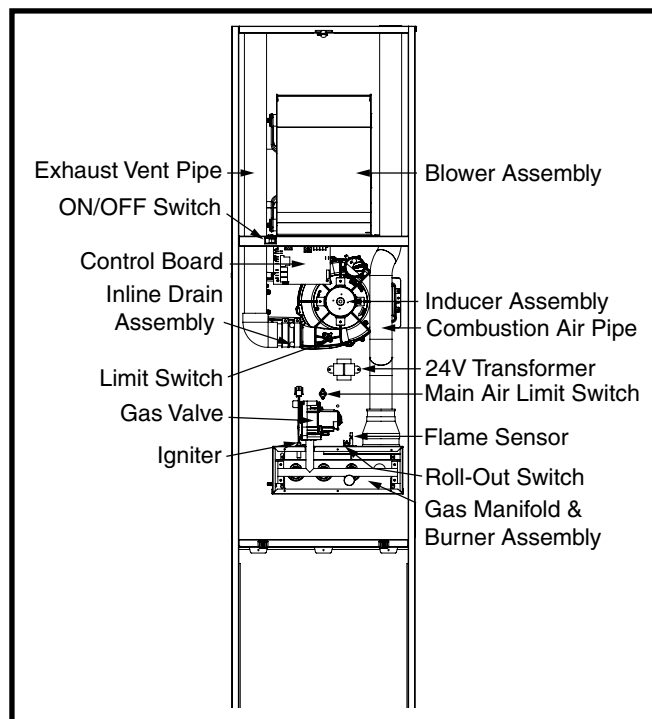

Figure 23. Composants de la fournaise
Si l'orifice doit être remplacé, suivez les étapes 1 à 12. Voyez la Figure 23 \(page 29\) pour l'emplacement du composant.
- Si le souffleur d'inducteur fonctionne et que les éléments ci-dessus ont été vérifiés, vérifiez le commutateur de sécurité du souffleur et le réenclencher au besoin. Voyez la Figure 23 pour l'emplacement du trou.
Les descriptions ci-dessous sont celles de différents composants fonctionnels qui ont une incidence sur le fonctionnement et l'arrêt de cette fournaise. Certains de ces composants et leur emplacement sont montrés à la Figure 23. S'il faut remplacer l'un des composants de la fournaise, utilisez uniquement des pièces de remplacement homologuées par le fabricant, indiquées dans la liste de pièces de remplacement fournie en ligne.